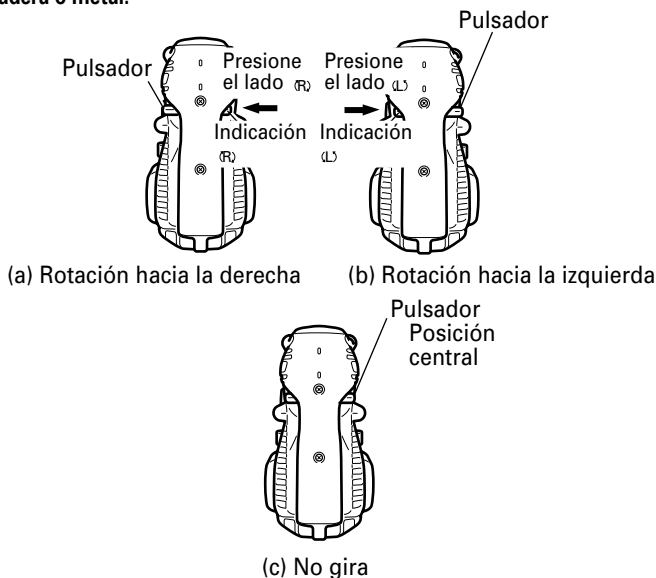

Fig. 11 Diagrama visto desde el lado del asa
6. Confirmar la dirección de rotación de la broca (Fig. 11)
La broca rota hacia la derecha (visto desde atrás) al oprimir el lado R del botón. (Fig. 11-a).
Si oprime el lado L del botón, la broca gira hacia la izquierda. (Fig. 11-b)
El motor no girará si pone el pulsador en la posición central. (Fig. 11-c)